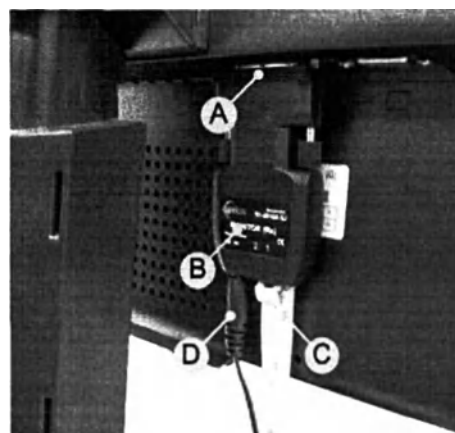

Рисунок 31. Подключения удаленного монитора
1. Подключите видеоудлинитель для MONITOR(Rx) к удаленному монитору (см. Рисунок. 31):
- c. Подсоедините видеоудлинитель MONITOR(Rx) к входу DVI-I удаленного монитора. (см. Рисунок. 31).